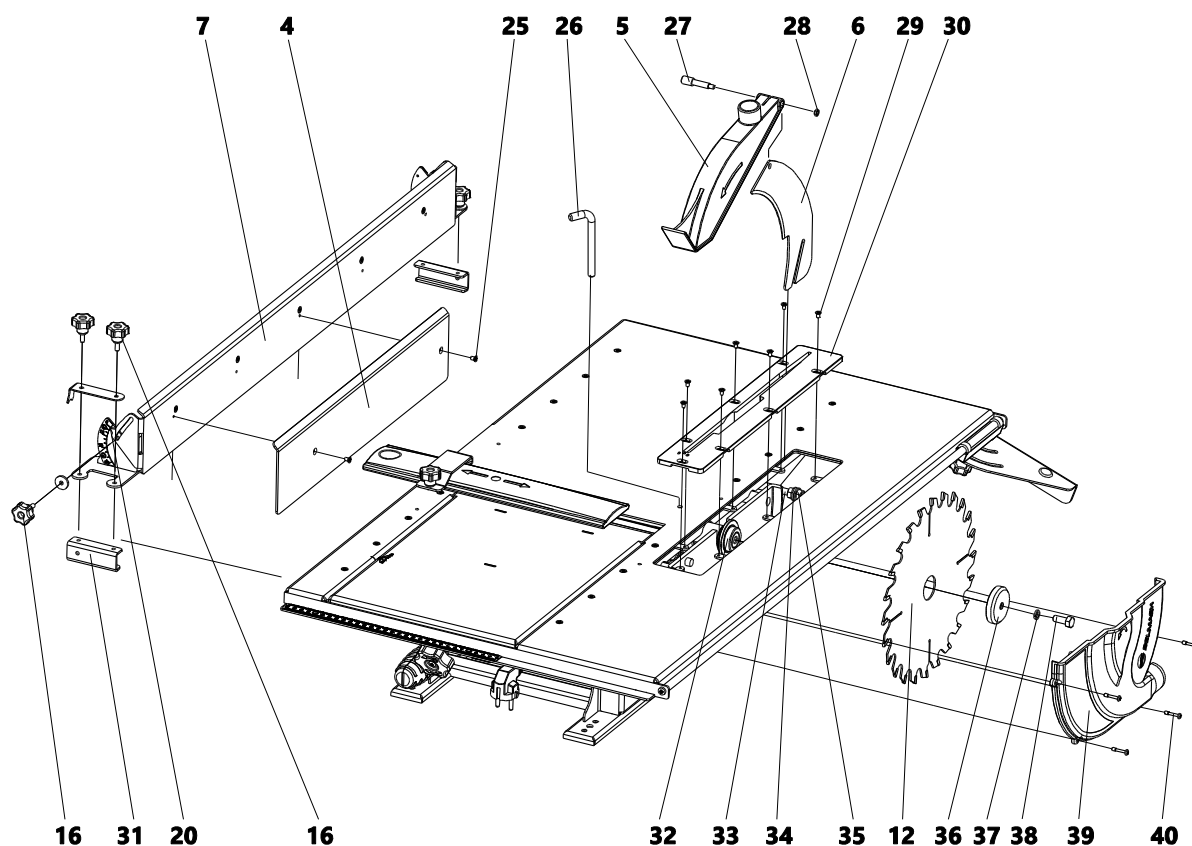

Рисунок 5. Схема сборки станка на операцию пиления
Перед началом работы следует произвести подготовку и наладку станка (рис. 5).
- совместить отверстия пильного стола и пильного вала, установить в отверстия фиксатор 26 (рис. 5), фиксатор выполняет функцию стопора;
- накрутить гайки 35 на резьбовые стержни 33, установить шайбы 34 (рис. 5);
- установить в паз пильного стола вставку 30 (рис. 5);
- установить кожух 5 на расклинивающий нож 6 (рис. 5);
- прикрепить на линейку 7 накладку 4 с помощью винтов 25 (рис. 5);